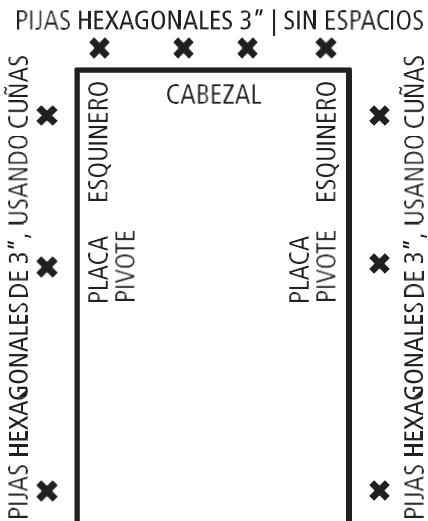

FIGURA 8: Modelos de Aluminio y Madera
A. La escalera viene con agujeros pre-perforados para instalación permanente, los agujeros para la instalación permanente se muestran en la Figura 8. Use cuñas cuando sea necesario para llenar el espacio entre el marco de la escalera y abertura en el techo, en lugares pre-perforados. Usando la broca de 3/16", perfore orificios guía a través de cuña y hasta las vigas del techo y el cabezal.